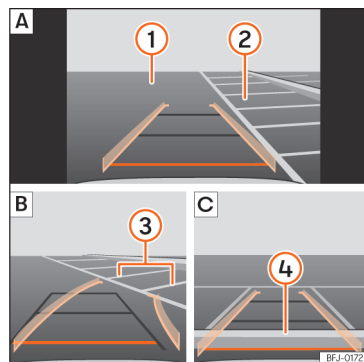

Рис. 147 Екран мультимедійної системи: паркування за підтримки камери заднього огляду.
Пояснення >>> **рис. 147:**
- Поставте автомобіль перед місцем для паркування >>> **рис. 147** **2** **A**.